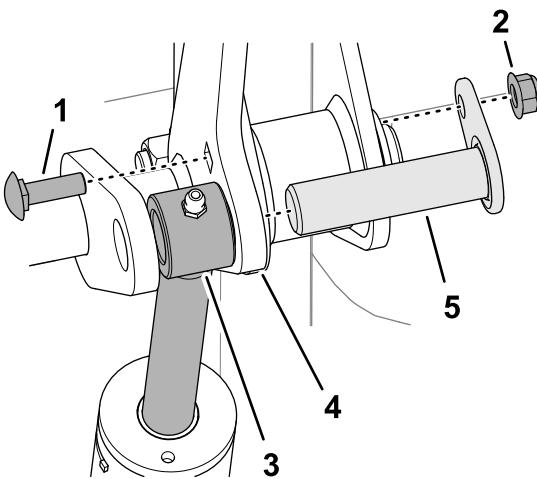

Figura 19
- Alinee la rótula del cilindro entre los brazos del eje de elevación (Figura 19).